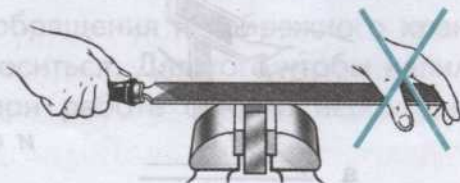

Рис. 13. Неправильная хватка напильника левой рукой
1. Не поджимать пальцы левой руки под носком напильника (рис. 13).